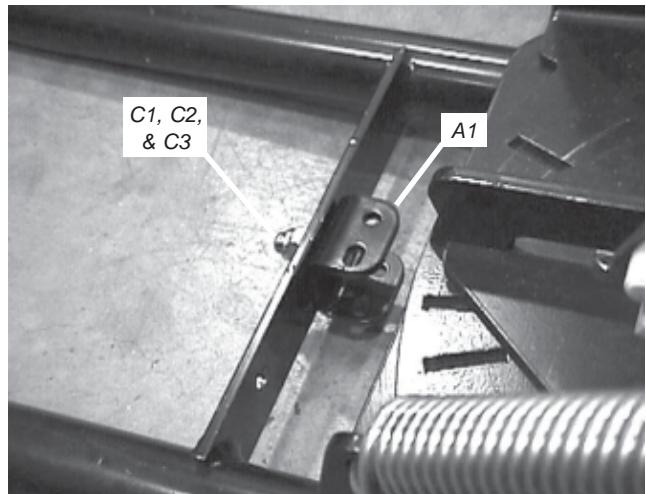

Figure 1 Support de crochet fileté installé
1. Fixez le support de crochet fileté (A1) au trou central de la traverse de la lame à l'aide d'un boulon de 3/8 po de diam. x 1 po de long (C1), tel qu'illustré à la figure 1. Le support doit être installé sur le côté lame de la traverse avec les brides latérales parallèles au sol. Terminez le boulon avec une rondelle plate de 3/8 po de diam. (C2) et un écrou à frein élastique de 3/8 po de diam. (C3). Vissez le boulon et l'écrou au couple recommandé de 28 N·m (20 pi-lb).